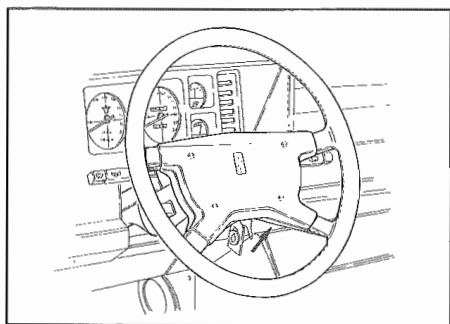

Fig. 7 - Viti di fissaggio ant. del volante
- Smontare il coprimozzo volante (**Fig. 7**). Le viti di fissaggio (4) sono accessibili dal lato anteriore del volante.
- Remove steering wheel hub cover (**Fig. 7**). Access to the fixing screws (4) from the front side of steering wheel.